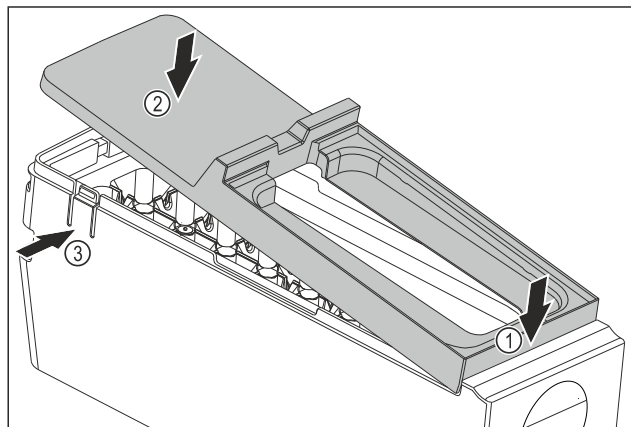

Fig. 108
- Смонтируйте крышку корпуса EasyTwist-Ice: Установите крышку спереди. Fig. 108 (1)
- Опустите крышку сзади. Fig. 108 (2)
- Крышка со щелчком фиксируется в накладках Fig. 108 (3).